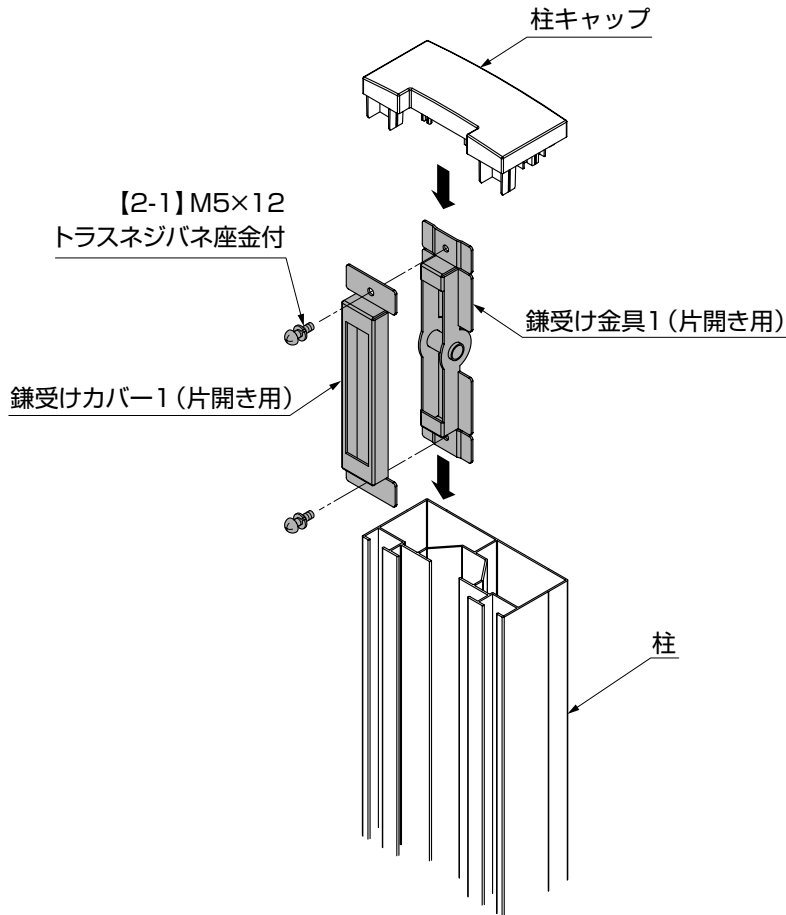
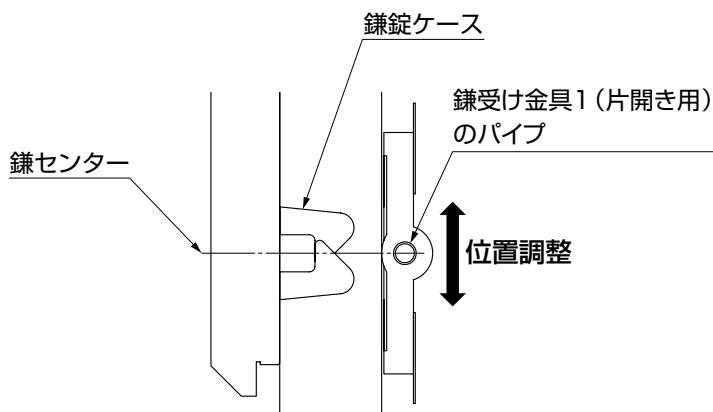

図3-18
図3-19
- ① 錠受け金具（片開き用）と錠受けカバー（片開き用）をあらかじめ【2-1】で仮止めして、柱のスリット部分に上部から差込んでください。（図3-18参照）
- ② 本体鎌錠の鎌のセンターに位置を合わせながら（図3-19参照）、錠受け金具（片開き用）と錠受けカバー（片開き用）のネジをしっかりと固定してください。（図3-18参照）
- ③ キャップを挿入してください。（図3-18参照）